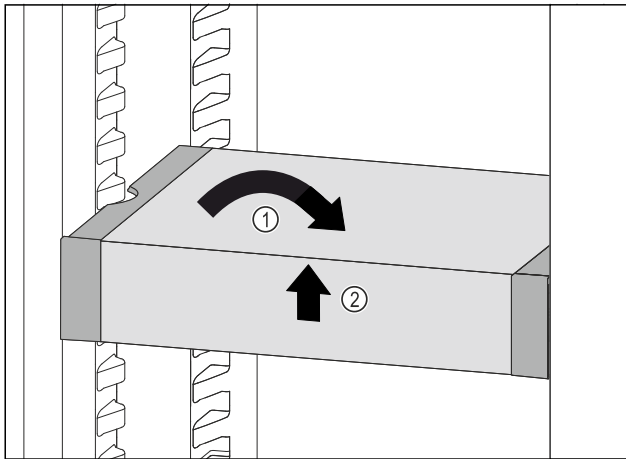

Fig. 115
- ▶ VarioSafe recht zetten. Fig. 115 (1)
- ▶ VarioSafe aan voorkant optillen. Fig. 115 (2)